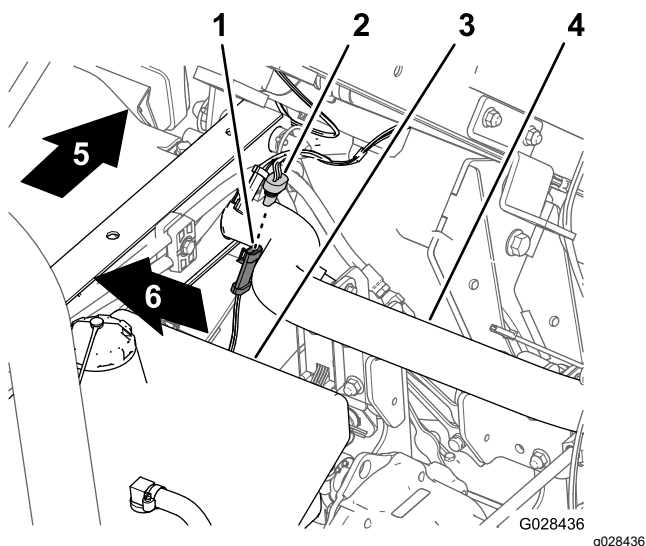

Figura 17
- En el arnés de cables del fumigador, localice el conector hembra de 3 vías del circuito del sensor de velocidad (Figura 17).
2. Conecte el conector de 3 pines del arnés de cables de la máquina para el sensor de velocidad al conector hembra de 3 vías del arnés del fumigador para el sensor de velocidad (Figura 17).